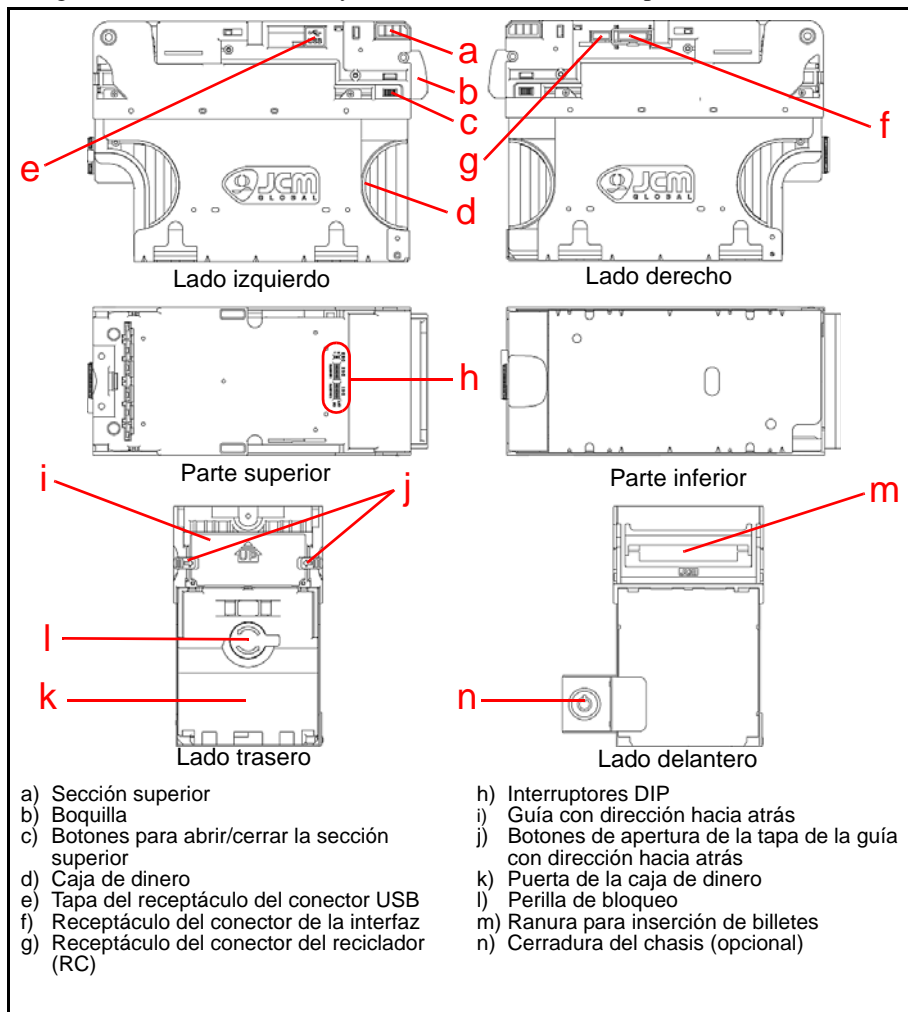

Figura 2 Componentes del VEGA
La Figura 2 ilustra los nombres y las ubicaciones de los componentes del VEGA.
El validador de billetes VEGA tiene tres (3) bloques de interruptores DIP (es decir, DS1, DS2 y DS3). Están ubicados en el centro de la parte superior de la unidad aproximadamente a dos (2) pulgadas desde el frente de la unidad (consulte la Figura 2 h).